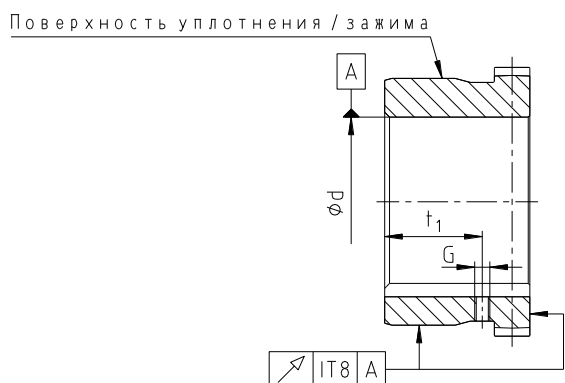

Рис. 4: Поверхность зажима / уплотнения деталь 1
- При изготовлении посадочного отверстия заказчиком необходимо выдержать точность по радиальному и торцевому биению (см. рис. 4 и 5).
- Предусмотрите осевое крепление ступицы установочным винтом по DIN EN ISO 4029 с режущей кромкой на конце установочного винта, упорной шайбой или насадкой в горячем состоянии (см. рис. 4 и 5, а также таблицу 4).